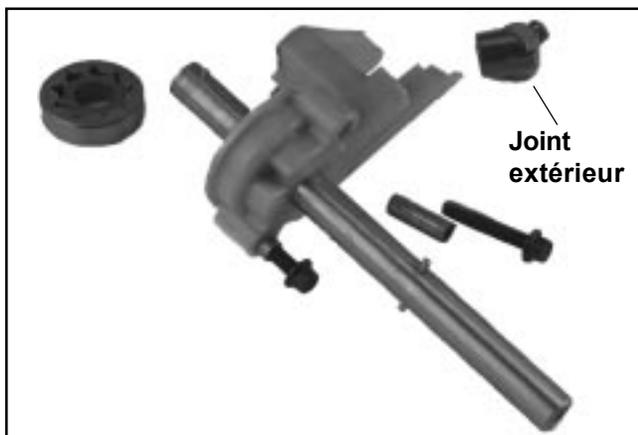

Figure 8-42. Arbre à cames du côté admission et pompe à huile.
4. Retirer les deux vis attachant la pompe à huile et l'arbre à cames du côté admission au carter. Tirer prudemment l'arbre à cames vers le haut pour retirer l'ensemble de la cavité du carter. Le petit joint en caoutchouc* situé sur la sortie de la pompe à huile risque d'être délogé durant la dépose. Ne pas le perdre. Voir la Figure 8-42.